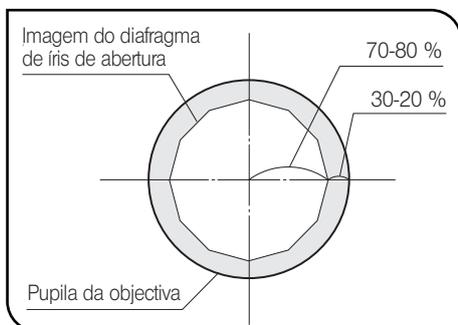
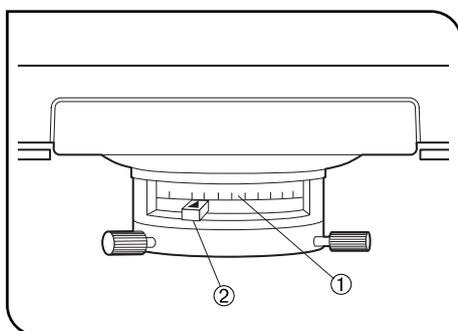

Fig. 17
Fig. 18
2 Diafragma de íris de abertura (fig. 17 e 18)
- Uma vez que o contraste das amostras microscópicas é normalmente baixo, por princípio, recomenda-se ajustar o diafragma de íris de abertura para um valor entre 70 % e 80 % da abertura da objectiva. Retire as oculares e olhe pelos respectivos invólucros. Quando a imagem do diafragma de íris de abertura é observada conforme ilustrado na fig. 17, ajuste a abertura utilizando a alavanca da íris de abertura ②. (Fig. 18)
Ajuste a alavanca da íris de abertura ② à escala de abertura ① no condensador. Como a alavanca da íris de abertura é larga, alinhe o centro com da escala pretendida. (Fig. 18)